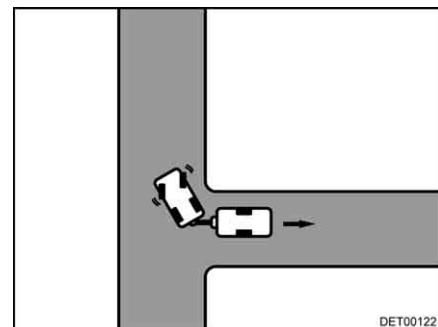

Bild 21 Styr åt höger
- Vrid ratten åt höger och backa försiktigt (Bild 21).